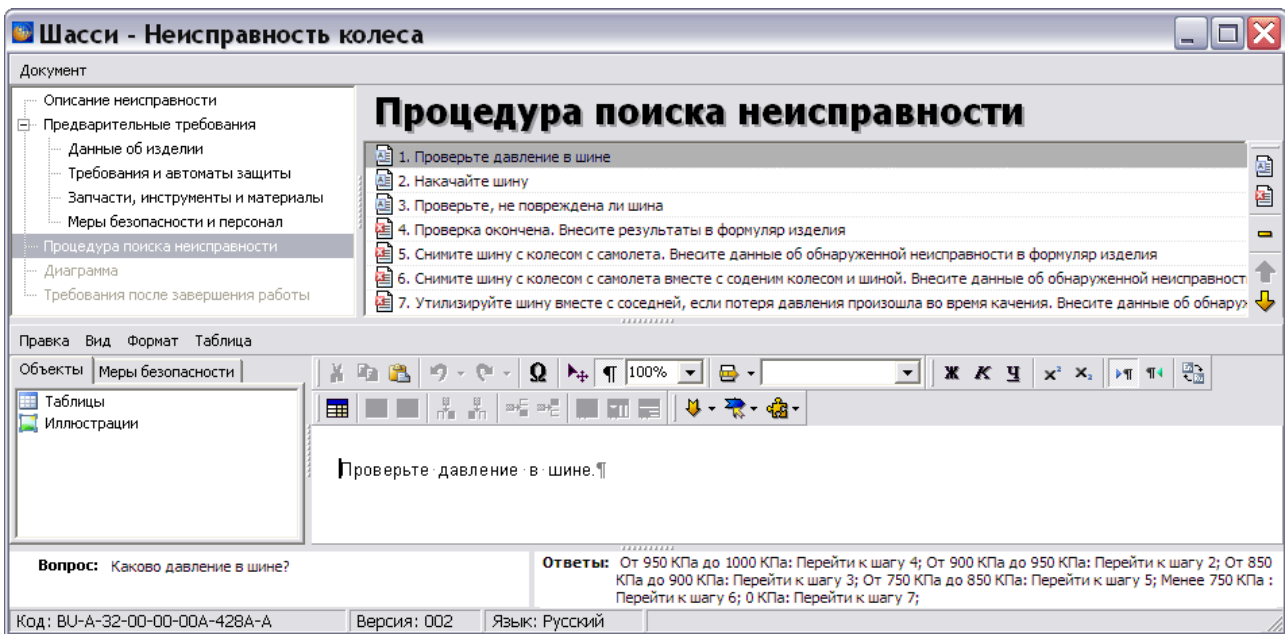

Рис. 6.36
14. Нажмите на кнопку **Применить**. Введенные данные отобразятся в окнах **Вопрос** и **Ответы** (Рис. 6.36).